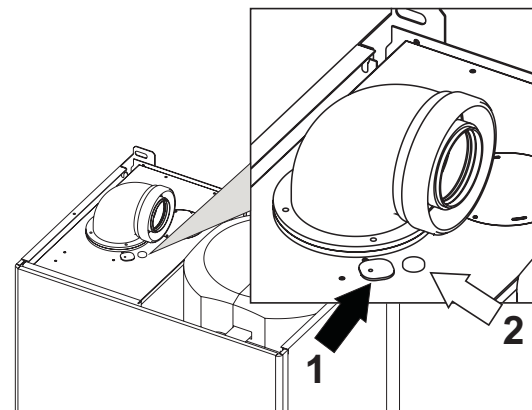

fig. 29 - Análisis de la combustión
En la parte superior de la caldera hay dos puntos de toma, uno de **humos** (ref. 1 fig. 29) y otro de **aire** (ref. 2 fig. 29). Para efectuar las tomas, proceder del siguiente modo: